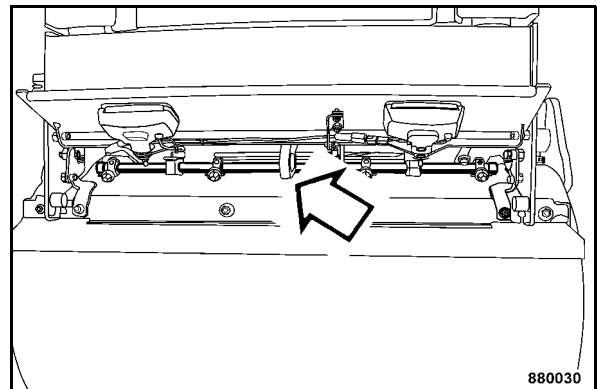

Fig. 115
- Arrimer la machine sur le moyen de transport contre le basculement ou tout autre déplacement involontaire. Utiliser les anneaux (Fig. 115) des châssis avant et arrière pour arrimer la machine.